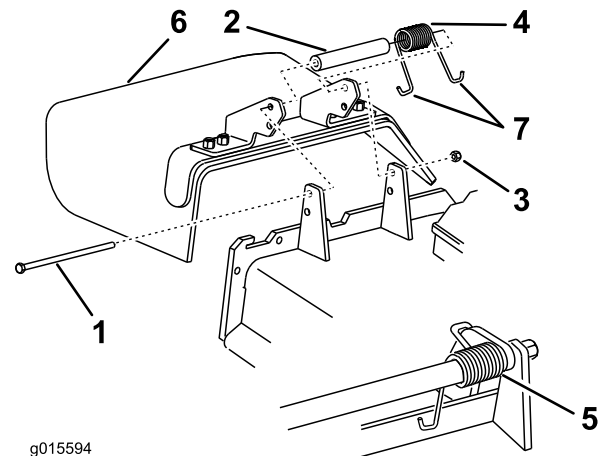

Figura 84
**Nota:** Asegúrese de colocar un extremo en **J** del muelle detrás del reborde de la carcasa antes de instalar el perno, según se muestra en Figura 84.
6. Coloque un extremo en **J** del muelle alrededor del deflector de hierba (Figura 84).